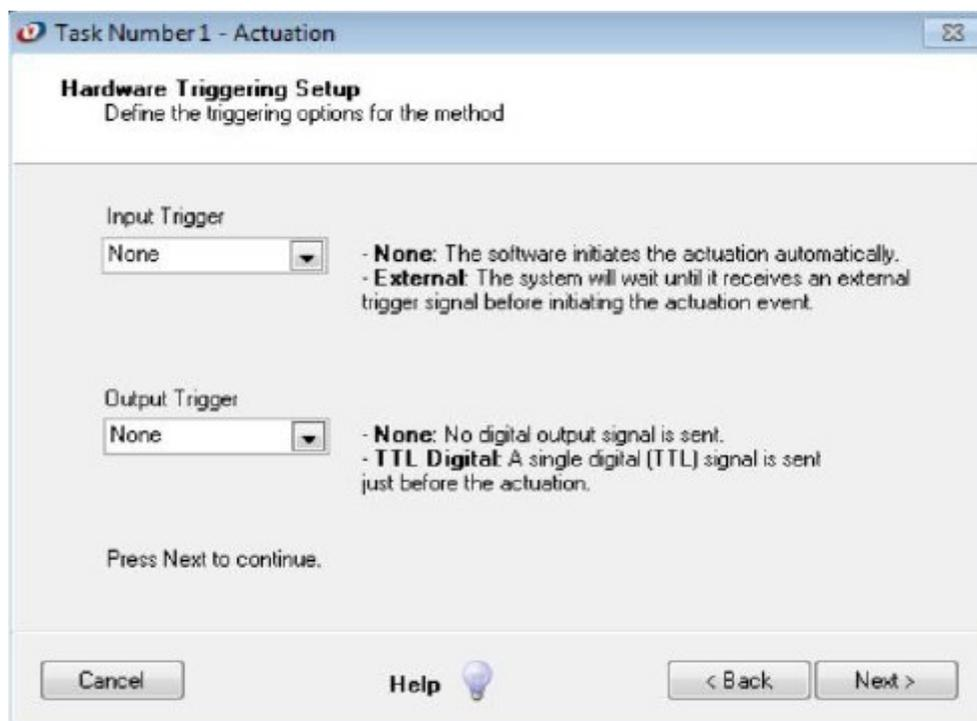

Figura 30. Opções de disparo de hardware para atuadores independentes.
- e) Defina os detalhes de disparo de hardware: Selecione conforme Figura 30 a opção *Input Trigger* para a tarefa de acionamento de entrada. As opções incluem: *None* e *External*. *None* o software Viota iniciará a atuação automaticamente após o *IAD* ter decorrido quando a tarefa do método for executada. Use esta opção para que minimize o envolvimento do usuário na execução do método e para uma execução mais rápida do método. *External*, um usuário pressionando o gatilho do botão externo iniciará a atuação. Utilize esta opção para dar aos usuários que executam o método de forma com mais controle. Observe que em tarefas *multi-shot* (por exemplo, contagem de disparos > 1), o *IAD* deve decorrer antes que o disparo de entrada seja reconhecido. Pressione o botão de disparo externo antes que o *IAD* termine não terá efeito.